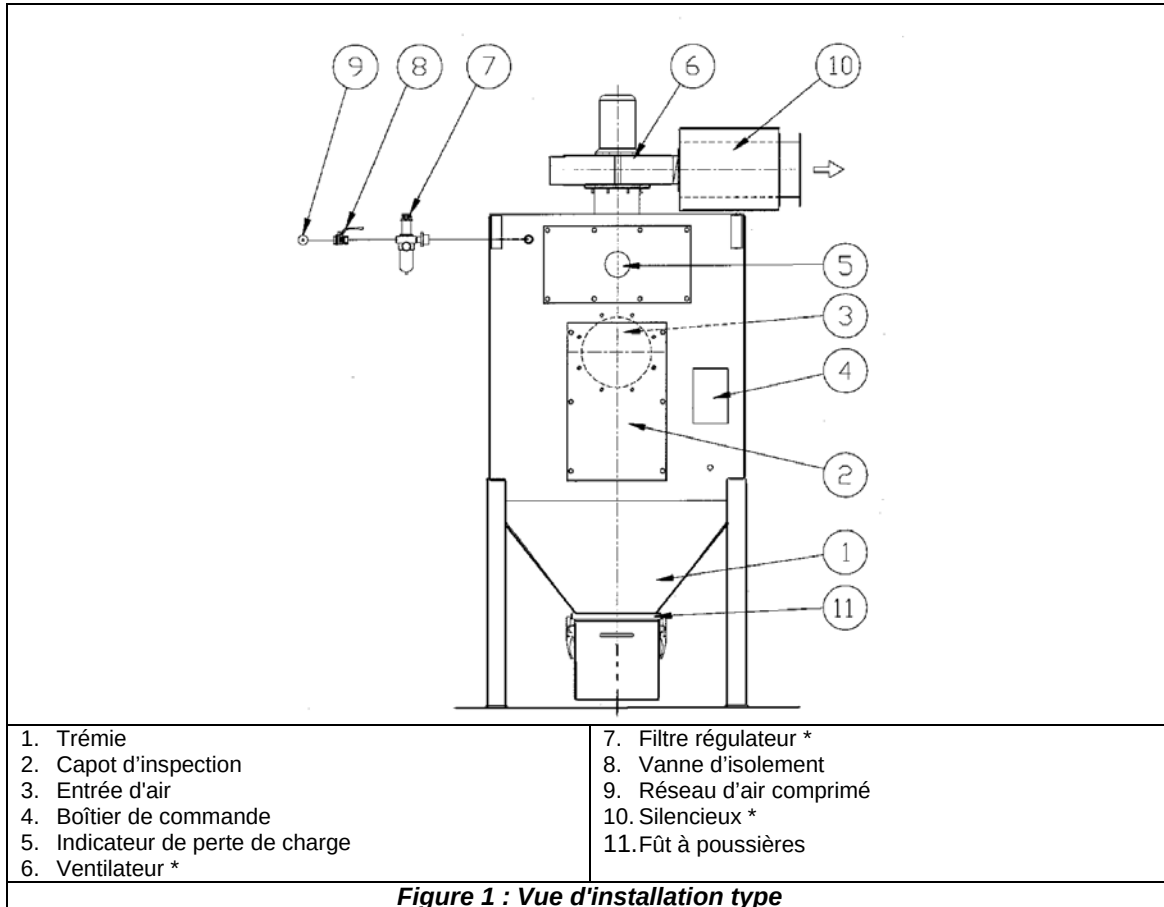

Figure 1 : Vue d'installation type
- vidanger le fût à poussières. (item 11, fig. 1)